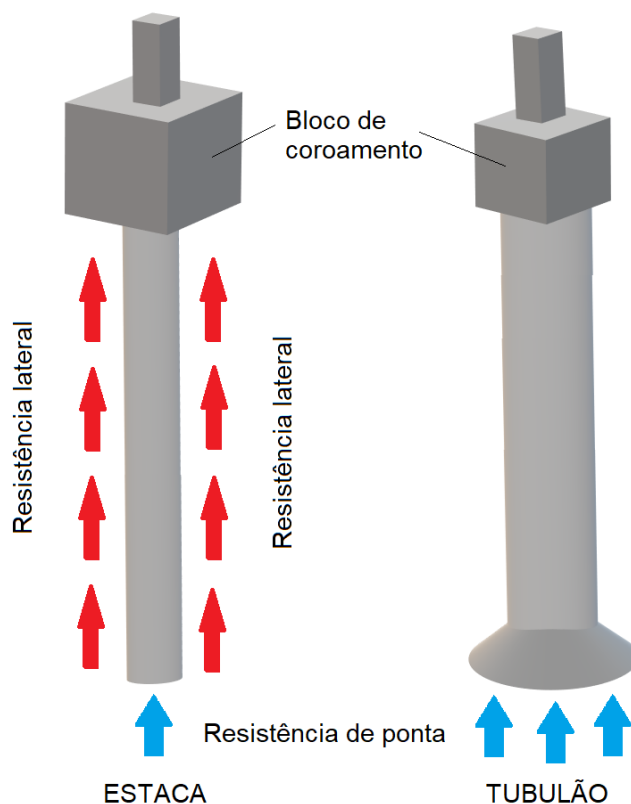

Figura 7: Esquema de fundações profundas: tubulão e estaca.
- As **estacas** são elementos de fundação profunda **executados** por **equipamentos** ou, em alguns casos, por ferramentas (Figura 7), mas sem que em qualquer fase de execução ocorra trabalho manual em profundidade. Nas estacas normalmente a **resistência de fuste** é a principal responsável pela **capacidade de carga** da fundação. Em contrapartida, a **resistência de ponta** atua como um **adicional** de segurança. Todavia, essa afirmação não é uma regra geral, pois em alguns tipos de estacas a resistência de ponta pode ser a principal responsável por resistir aos esforços a que a fundação está submetida. As estacas são **executadas** por **equipamentos** ou, em alguns casos, por ferramentas (Figura 7), mas sem que em qualquer fase de execução ocorra trabalho manual em profundidade. As estacas podem ser fabricadas com diversos tipos de materiais tais como: madeira, aço, concreto pré-moldado, concreto moldado *in situ*, ou ainda da combinação destes materiais (estacas mistas);
suportadas predominantemente pela ponta (base) da fundação (**resistência de ponta**). Esse fato torna o tubulão um tipo de fundação cuja execução envolve atividades de elevado **risco** para a saúde e segurança do **trabalhador** (Figura 7). Por essas especificidades, **geralmente** o emprego de **tubulão** é **mais caro que** o de **estacas**, sendo, por isso, escolhido apenas quando as outras alternativas não são viáveis.